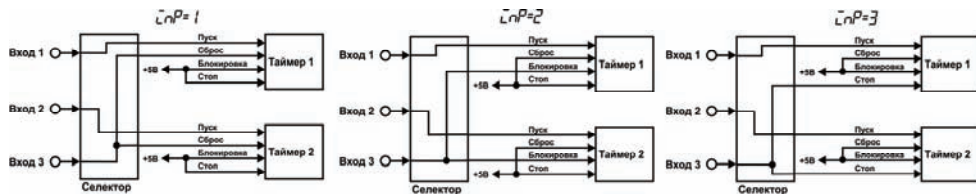

Рисунок 13
3.1.4.1 **Раздельный запуск** таймеров осуществляется по первому и второму входам прибора соответственно при значениях « $\overline{LnP}$ »=1, 2 или 3. Третий вход прибора может быть подключен соответственно к входам «Сброс», «Блокировка» или «Стоп» одновременно обоих таймеров (рисунок 13).